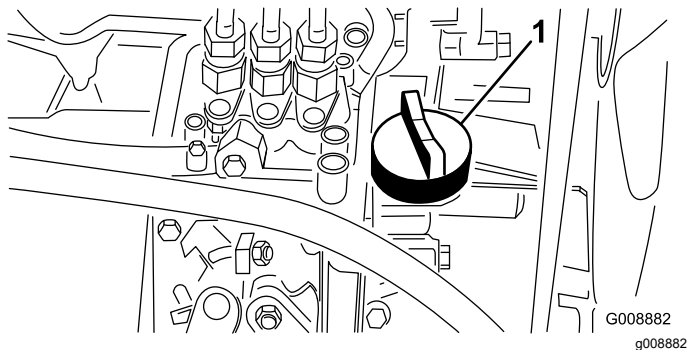

Рисунок 28
4. Если уровень масла ниже допустимого, снимите крышку маслозаливной горловины (Рисунок 28) и постепенно, небольшими порциями долейте масло, периодически проверяя его уровень, до отметки Full (Полный) на масломерном щупе.